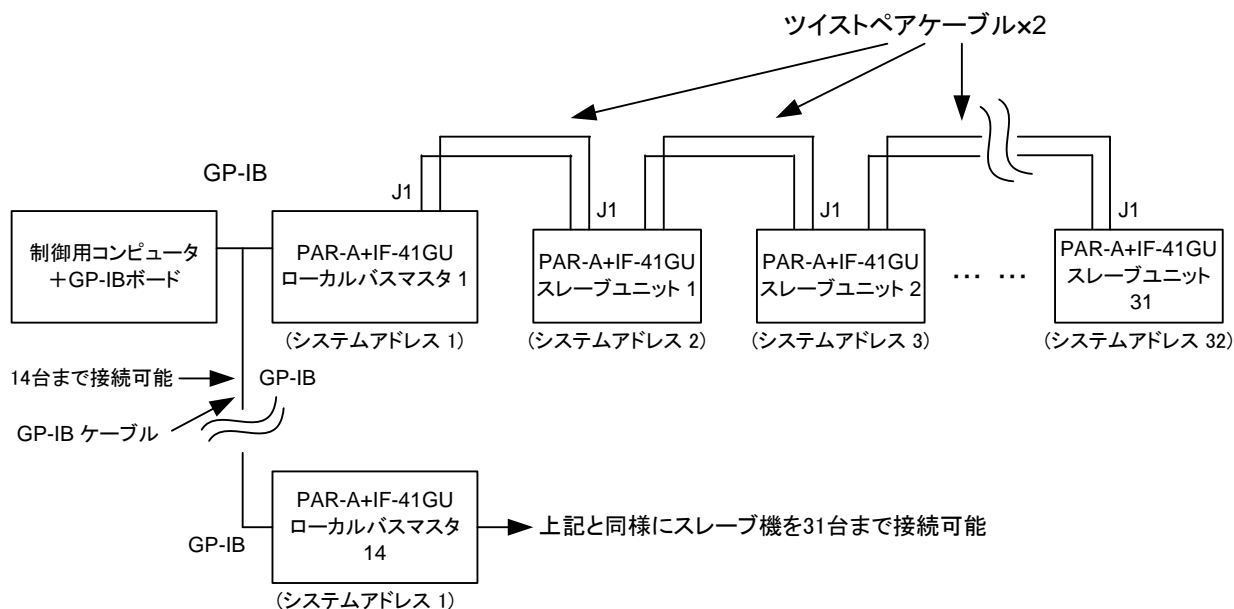

Fig.16 IF-41GU を使用した GP-IB によるコントロール
- ・ GP-IB ケーブルを使って、コンピュータと直接接続可能なローカルバスマスターの台数は 14 台です。コンピュータに直接接続したローカルバスマスターにツイストペア線 2 組を使って、31 台までスレーブ機を接続することができます。Fig.16 に接続図を示します。